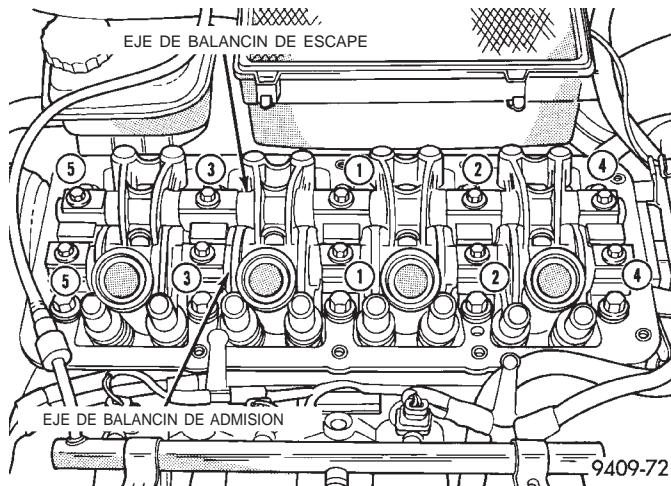

Fig. 22 Secuencia de apriete de los ejes de balancín
(5) Instale la junta delantera del árbol de levas. Se debe instalar el árbol de levas antes de instalar la junta. Consulte el procedimiento detallado en esta sección.
(6) Instale la culata de cilindros. Consulte el procedimiento detallado en esta sección.
(7) Instale la tapa trasera de la correa de distribución.
(8) Instale la rueda dentada del árbol de levas y apriétela con una torsión de 115 N·m (85 lbs. pie).
(9) Instale la correa de distribución y el tensor de la correa. Consulte el procedimiento detallado en esta sección.
(10) Instale los conjuntos de balancín en el mismo orden en que se retiraron. Apriete los conjuntos de balancín con la secuencia que se ilustra en la (Fig. 22) con una torsión de 28 N·m (250 lbs. pulg.).
(11) Instale la tapa de la culata de cilindros y apriete los dispositivos de fijación con una torsión de 12 N·m (105 lbs. pulg.).
(12) Instale el conjunto de la bobina de encendido y los cables de encendido.
(13) Realice el procedimiento de reaprendizaje de la distribución del árbol de levas y del cigüeñal del siguiente modo: